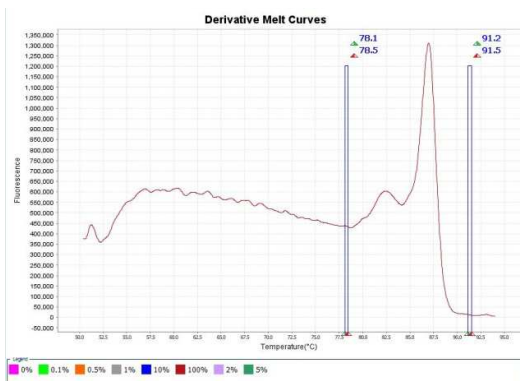

Fig. 7a
- Controle 0% metilação: pico único deslocado à direita (Fig. 7a)